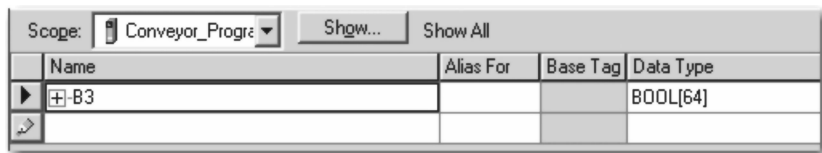

图 9-52 剪切完成后的控制器标签
16. 完成后，验证 B3 是控制器范围中唯一所剩的标签，如图 9-52 所示。